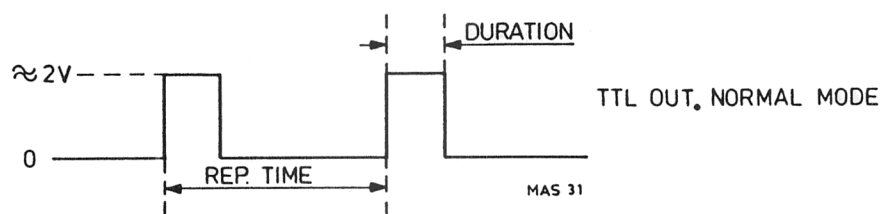

Abb. VI-9. Normale TTL-Impulse, PM 5704
- Auf das Verhältnis zwischen Impulsfolgezeit und Impulsdauer achten. Vgl. Abb. VI-9 und VI-10.
- Normale und komplementäre TTL-Impulse nach Abb. VI-9 und VI-10 beobachten.